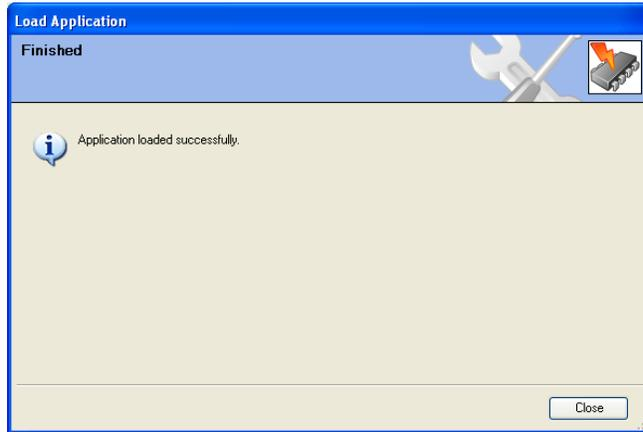

図 5-12. 最終画面
17. コンバートされた設定はコントロールにローディングされます。全ての設定がセーブされるまで待ちます。最後の画面に “Application loaded successfully” のメッセージが出ます。(図 5-12) Closeボタンを押します。